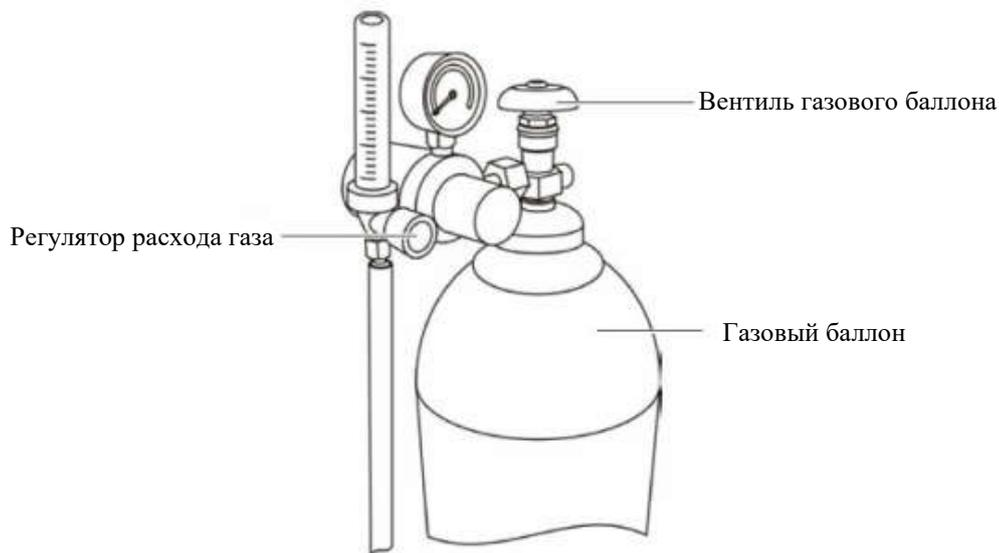

Рисунок 2-7. Положение регулятора расхода газа
1. Откройте вентиль газового баллона - см. рисунок 2-7.